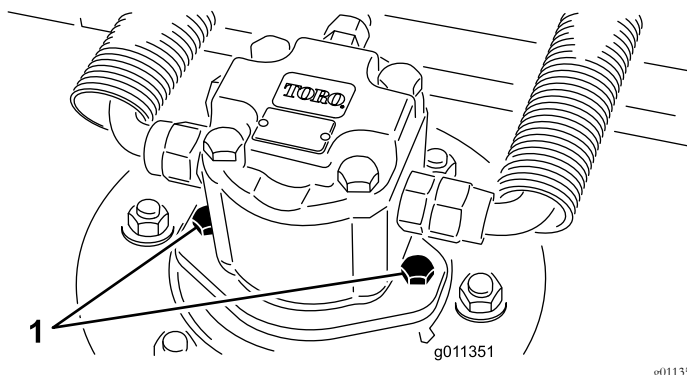

Bild 69
1. Klemmen Sie den Hydraulikmotor vom Mähwerk ab und entfernen ihn (Bild 69). Decken Sie die Spindeloberseite ab, um einer Verunreinigung vorzubeugen.
3. Montieren Sie den Hydraulikmotor am Mähwerk (Bild 69). Stellen Sie sicher, dass sich der O-Ring unbeschädigt in seiner Position befindet.